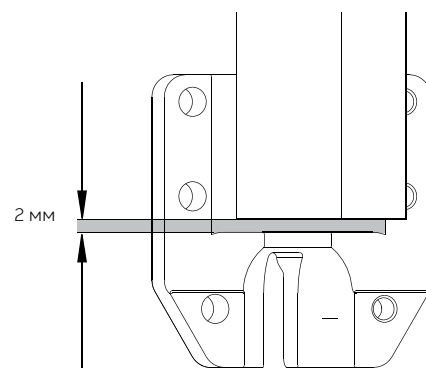

Рис. 59. Убедитесь в том, что вал нельзя сместить в осевом направлении больше чем на 2 мм
16. Убедитесь в том, что вал нельзя сместить в осевом направлении больше чем на 2 мм (осевой люфт). См. рис. 59. Если потребуется, отрегулируйте осевой люфт, смещая муфты на конце вала.